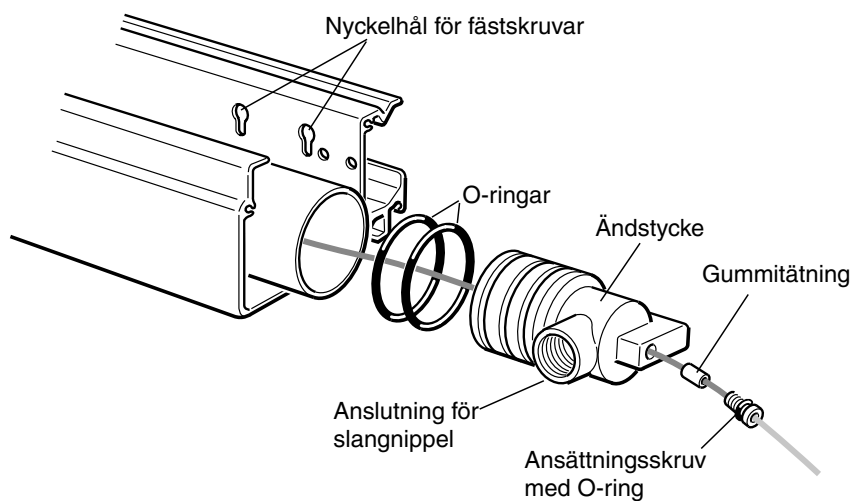

Bild 25. Ändstycke med detaljer
7. Trä ena vajeränden genom ändstyckets centrumhål, gummitätning och ansättningskruv som bild 25 visar.